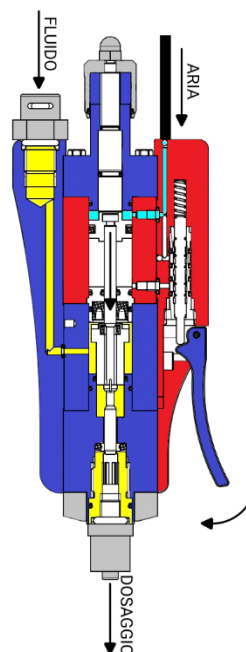

Figura 04 – Fase dosaggio
- A fine corsa, lo spillo si arresta e chiude la camera fluidica e l'ugello, evitando che esca ulteriore fluido (Figura 04);